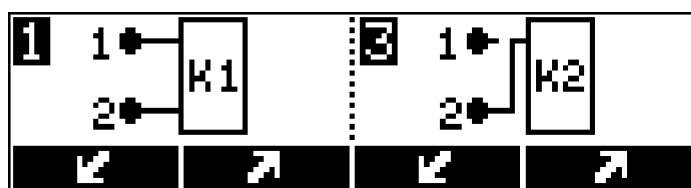

Рисунок 17 — Выбор схемы подключения оптодатчиков
2.10.5 Для выбора схемы подключения оптодатчиков (рисунок 17):
- нажать (↵) для подтверждения, (X) для отмены.